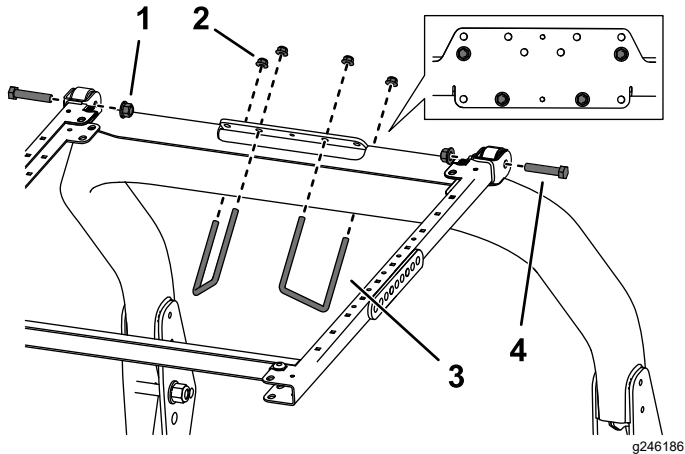

Figure 35
6. Placez le support du système ROPS au sommet de l'arceau de sécurité du groupe de déplacement (Figure 35). Centrez bien l'arceau de sécurité dans le support du système ROPS.
7. Utilisez les trous indiqués à la Figure 35 pour fixer le support du système ROPS au sommet